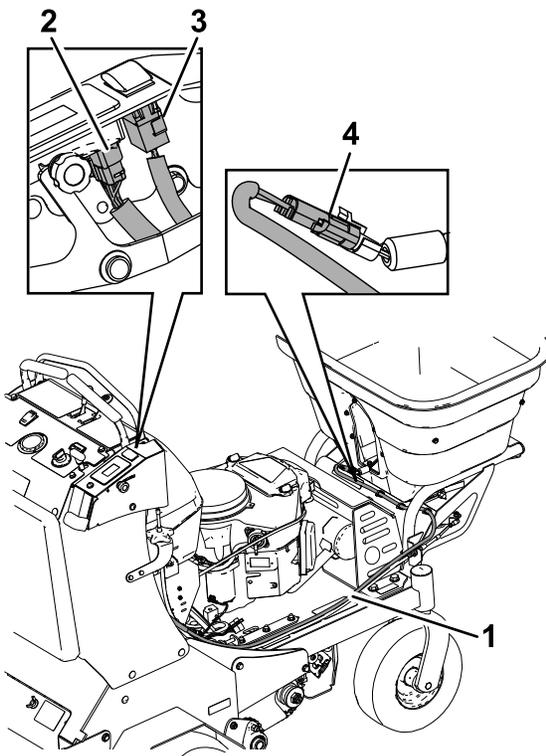

Figure 8
2. Branchez le compteur horaire et les connecteurs marche/arrêt du faisceau de l'épandeur aux commutateurs du panneau de commande de débit (Figure 8).
Placez le faisceau sur le câble de commande et glissez-le dans l'encoche du support de la trémie. Continuez d'acheminer le faisceau entre le support de trémie droit et le tube de la trémie. Branchez le faisceau de l'épandeur au moteur de l'épandeur, comme montré à la Figure 8. Insérez les trois clips serre-câble du faisceau dans les trous du cadre principal de la trémie pour fixer le faisceau en place.